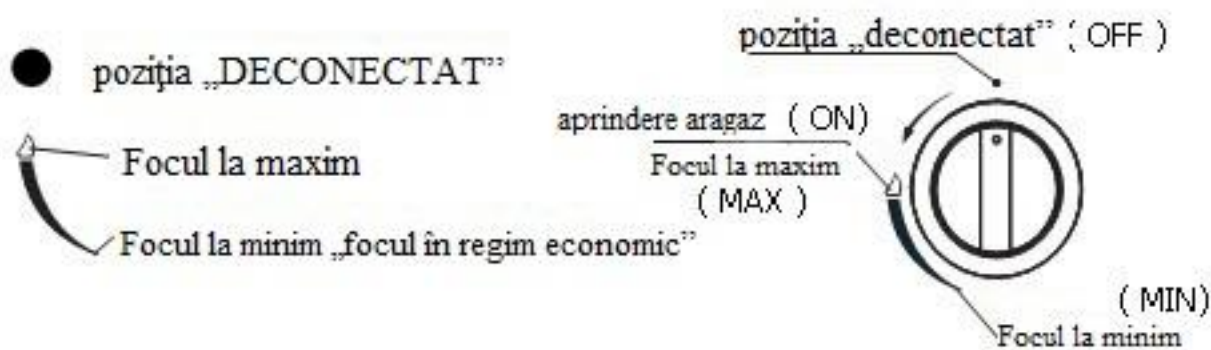
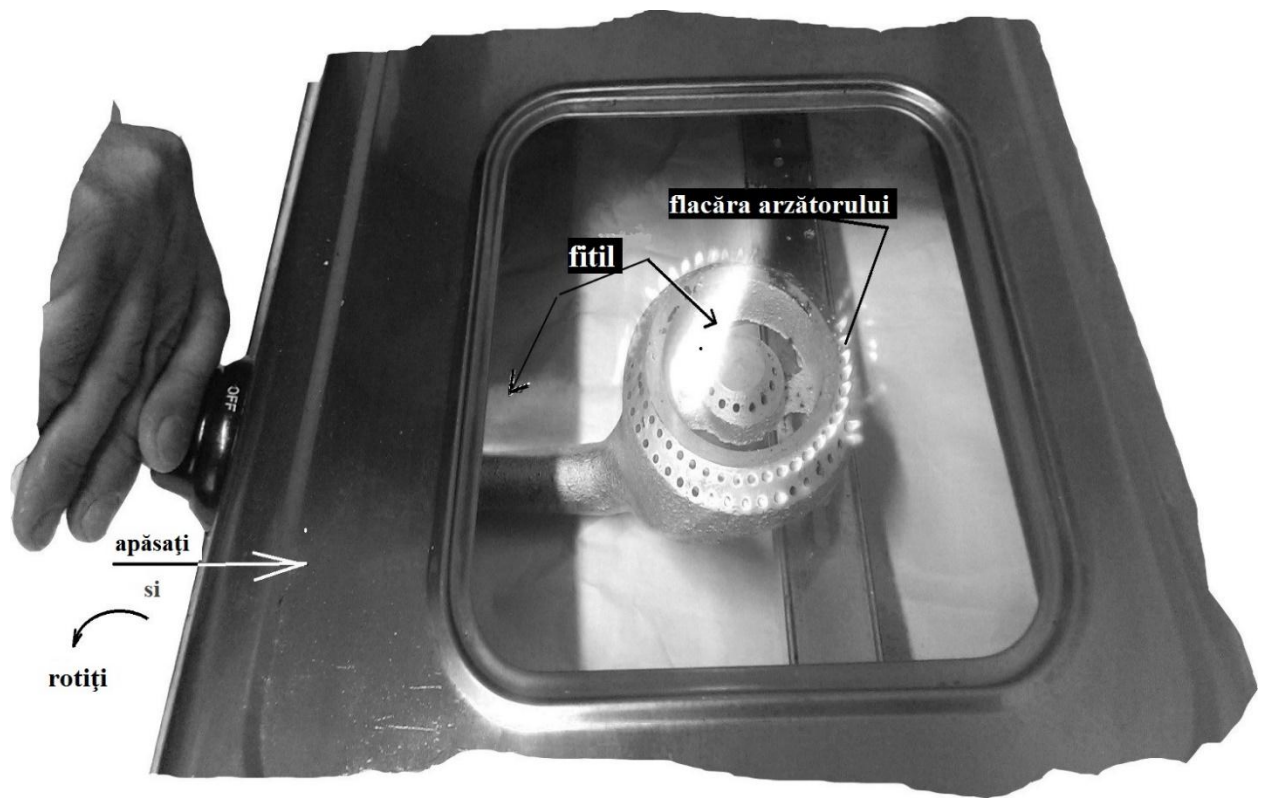

Fig.7
Fig.8
◆ Aprinderea ochiului de plită și reglarea intensității flăcării se face cu ajutorul manetelor de comandă corespunzătoare (fig.7).
- ◆ S-o rotiți spre stânga contrar acelor de ceasornic până în dreptul poziției „ON” (fig. 7) până când se va auzi o pocnitură specifică, În același timp se va aprinde fitilul (fig. 8) care va însemna activarea sistemului de aprindere piezoelectrică. În același timp se va aprinde fitilul (fig. 8).
Atenție! După ce se va auzi pocnitura specifică se va activa sistemul de aprindere piezoelectrică și se va aprinde fitilul (fig.8). După ce se va aprinde fitilul trebuie să vedeți flacăra care va veni în mod orizontal dinspre maneta de comandă spre arzătorul propriu-zis. Țineți apăsată maneta de comandă până când arzătorul propriu-zis se va aprinde de la fitil.
◆ Arzătorul de gaz este alcătuit din arzător propriu-zis 5 (fig. 9), robinet de gaz sau manetă de comandă 3, robinet pentru aer 4 și electrode de aprindere aragaz 1. Robinetul pentru aer este destinat pentru reglarea amestecului aer - gaz în interiorul arzătorului. Prin reglarea pătrunderii aerului cu ajutorul robinetului pentru aer se poate obține o ardere optimă a gazului și un consum minim al acestuia. Electrodele de aprindere aragaz 1 este destinat pentru aprinderea arzătorului propriu-zis. La apăsarea manetei de comandă și rotirea acesteia spre stânga până în dreptul poziției “ON” (fig.7) gazul va fi direcționat spre electrodele de aprindere aragaz 1, iar cu ajutorul elementului piezoelectric 2 are loc aprinderea gazului în interiorul electrodelor de aprindere aragaz. În continuare gazul este direcționat spre arzătorul propriu-zis 5, iar cu ajutorul electrodelor de aprindere aragaz are loc aprinderea gazului în interiorul arzătorului propriu-zis (fig. 8). Dacă veți înceta să apăsați maneta de comandă, electrodele de aprindere aragaz se va stinge, după aceasta puteți regla intensitatea de ardere a flăcării arzătorului propriu-zis de la poziția “MAX” la poziția “MIN”. Pentru ca gazul să nu mai pătrundă în interiorul arzătorului propriu-zis trebuie să rotiți maneta de comandă spre dreapta contrar acelor de ceasornic până la poziția “OFF” (fig.7).
Atenție! *Arderea flăcării în afara arzătorului propriu-zis (fig.8) se consideră un fapt firesc, deoarece astfel arde electrodele de aprindere aragaz pentru a aprinde apoi arzătorul propriu-zis. Orice manipulări cu electrodele de aprindere aragaz, robinetul de gaz, arzătorul propriu-zis vor conduce la refuzul de a efectua deservirea de garanție. În cazul depistării unor defecțiuni rugăm să Vă adresați la centrul autorizat de deservire sau la magazinul de unde ați procurat acest produs.*